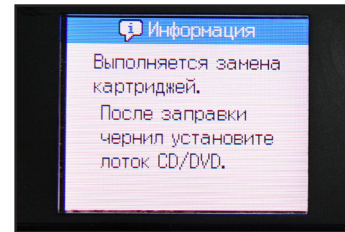

рис. 29
6. Через несколько минут принтер будет готов к работе (рис. 29)